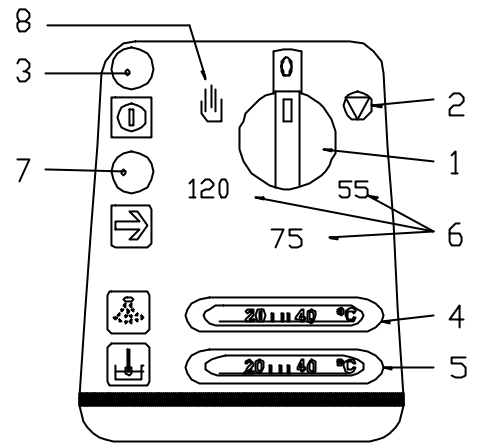

Fig. 9
- Bajar el capo y girar el selector (1), (Fig. 9), a la posición de preparación (∇) (2). Se ilumina el piloto (3) y comienza el llenado y calentamiento del agua de aclarado y de lavado. La máquina está preparada cuando el termómetro de aclarado (4) indica $85 \div 90^{\circ}\text{C}$ y el de lavado (5) indica $55 \div 60^{\circ}\text{C}$
- Los modelos FI – 100, FI - 100 B, FI – 120 y FI - 120 B, disponen de 3 ciclos (6) 55, 75 y 120 segundos y otro de tiempo indefinido en la posición que indica el número (8) del selector (1), (Fig. 9). El piloto (7) indica máquina trabajando.